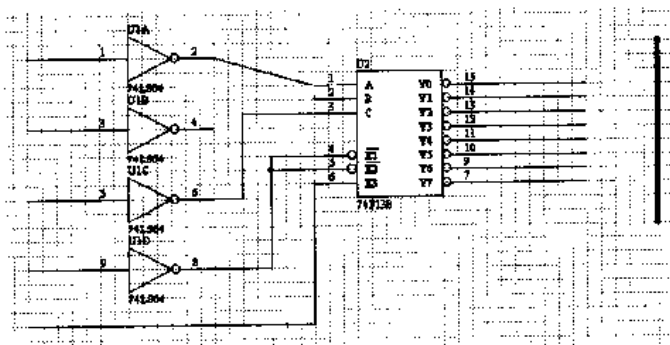

图 4-31 总线绘制实例
- (1) 单击电路绘图工具栏 PlaceBus 按钮 ，或执行菜单命令 Place|Bus，或按下 Alt+P+B 键，即进入画总线状态。画总线方法与画导线相同，移动十字光标到总线起点位置，单击鼠标左键或按 Enter，即可确定总线起点。
- (2) 按空格键改变总线放置方式。与画导线一样，总线也有 6 种放置方式：斜线方式、自动画总线方式、垂直总线开始方式、垂直总线结束方式、45 度总线开始方式、45 度总线结束方式。当十字光标移动到总线的终点后，单击鼠标左键就可确认总线终点。此时单击鼠标右键就完成绘制一条总线，如图 4-31 所示。